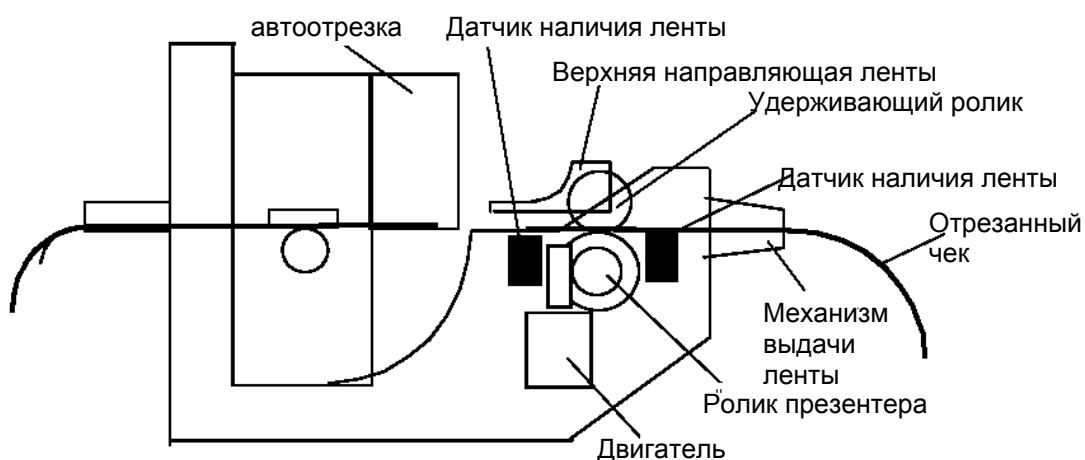

Рисунок 7.5 - Окончание операции подачи бумаги с разрезанием
7.5.5 Когда подача ленты в механизм печати прекращается, механизм автоотрезки отрезает ленту; затем двигатель прекращает вращение, и отрезанный чек подается с помощью ролика презентера на выход (Рисунок 7.5).